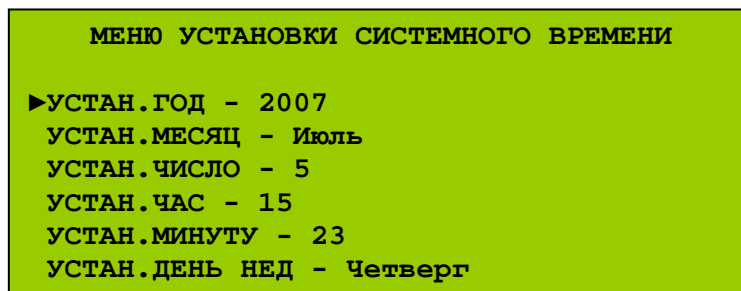

Рис. 91 (Меню установки системного времени и даты)
- 2) В меню УД2 выбрать «Установка системного времени». Откроется меню установки системного времени и даты (Рис. 91).